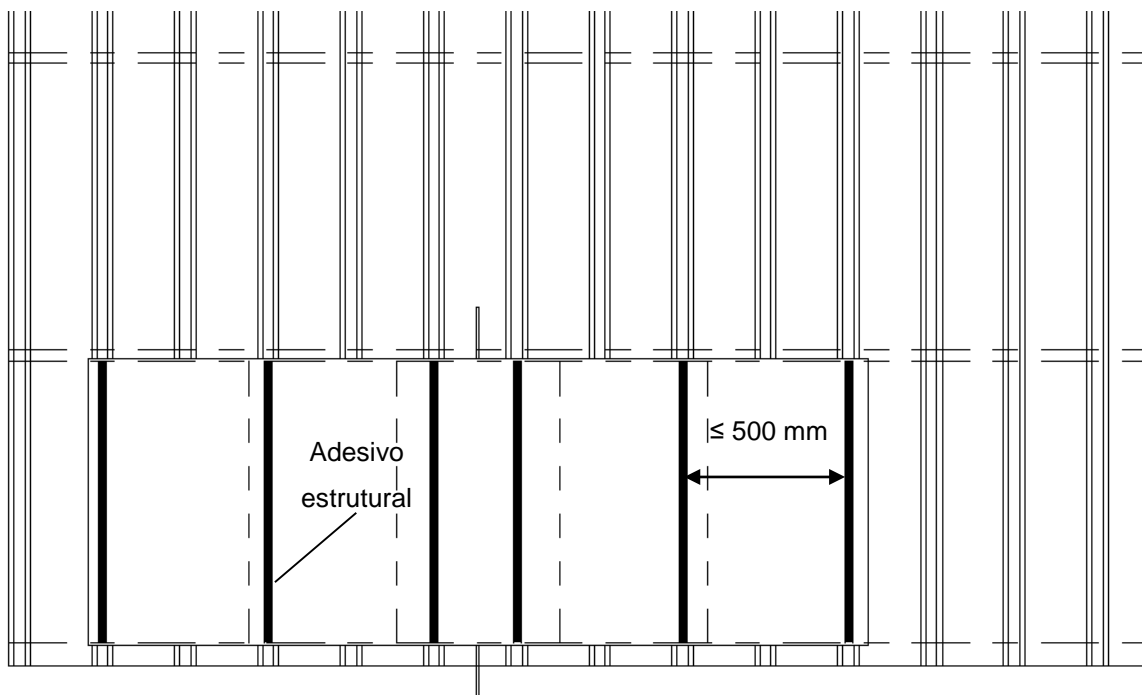

Figura 2
- ① Os produtos Galaxy Plus são colados nas telhas metálicas por meio de um adesivo estrutural, que precisa atender aos requisitos de resistência do adesivo e passar nos testes de confiabilidade. Cada produto deve ser equipado com, no mínimo, 6 tiras de adesivo estrutural no verso (conforme mostrado na Figura 2) e o espaçamento entre cada tira de adesivo estrutural deve ser distribuído da forma mais uniforme possível. A